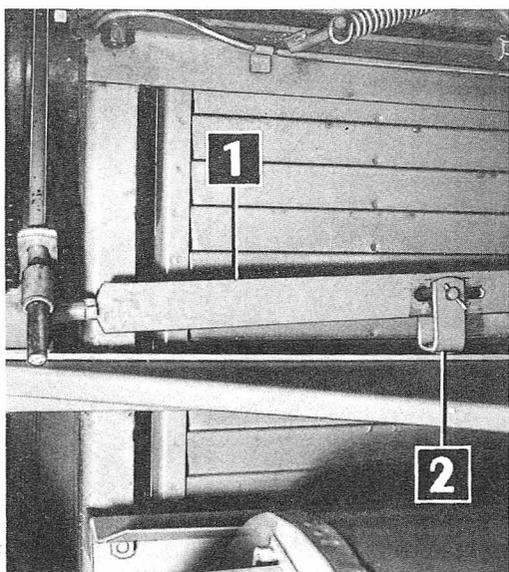

FIG. 45
Il livello dell'olio si verifica togliendo la vite (3 - figg. 46 e 47) della flangia tenuta cuscinetto inferiore; l'introduzione dell'olio si fa dal tappo (4) e lo scarico dal tappo inferiore (2). L'innesto delle varie marce è facile se tutta la tiranteria di comando è ben regolata: l'escursione della leva sulla piattaforma deve potersi tradurre nell'escursione completa della leva sul cambio. Se questo non avviene occorre verificare che il bilancere di comando (1 - fig. 45) non vada a interferire con la forcella (2) di supporto quando le varie marce sono innestate.